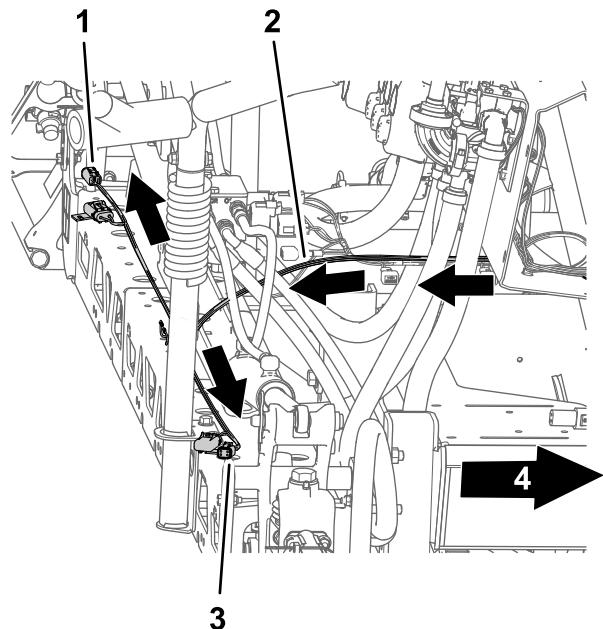

**Bild 44**
1. Verlegen Sie die Kabelbaumzweige nach oben am mittleren Sprühabschnitt, wie in Bild 43 und Bild 44 abgebildet.
2. Befestigen Sie den Kitkabelbaum mit einem Kabelbinder am hinteren Kabelbaum der Maschine, wie in Bild 44 abgebildet.